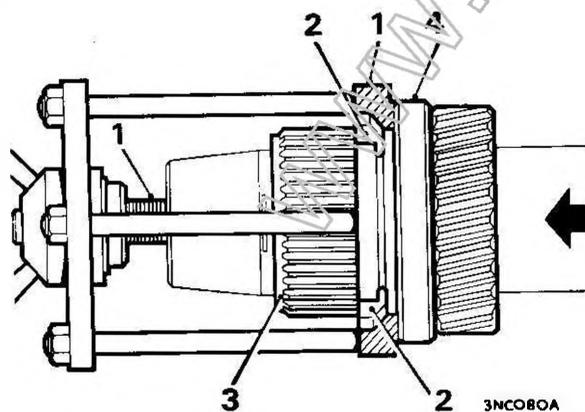

Fig. A.27
4. Avvitare a fondo il bullone centrale dell'attrezzo 18G 1068B nell'albero a gomiti, Fig. A.27
6. Far passare il corpo dell'attrezzo 18G 1068B sul bullone centrale sin quan-do la scanalatura esistente sull'ingra-naggio risulta visibile all'interno del corpo stesso. Fig. A.27
7. Introdurre i piedini dell'attrezzo nella scanalatura dell'ingranaggio. Fig. A.27.
8. Ruotare la vite ad alette in senso anti-orario ed estrarre l'ingranaggio ed il paraolio dall'alloggiamento. Fig. A.27